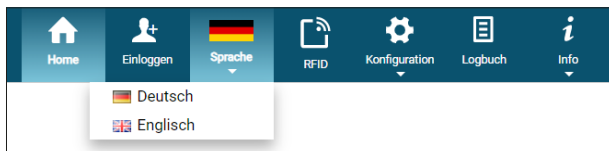

Bild 7-7: Spracheinstellungen
- Die Sprachauswahl mit Klick auf den Menüpunkt *SPRACHE* im Hauptmenü öffnen und auf die gewünschte Sprachzeile klicken (siehe Bild 7-7).